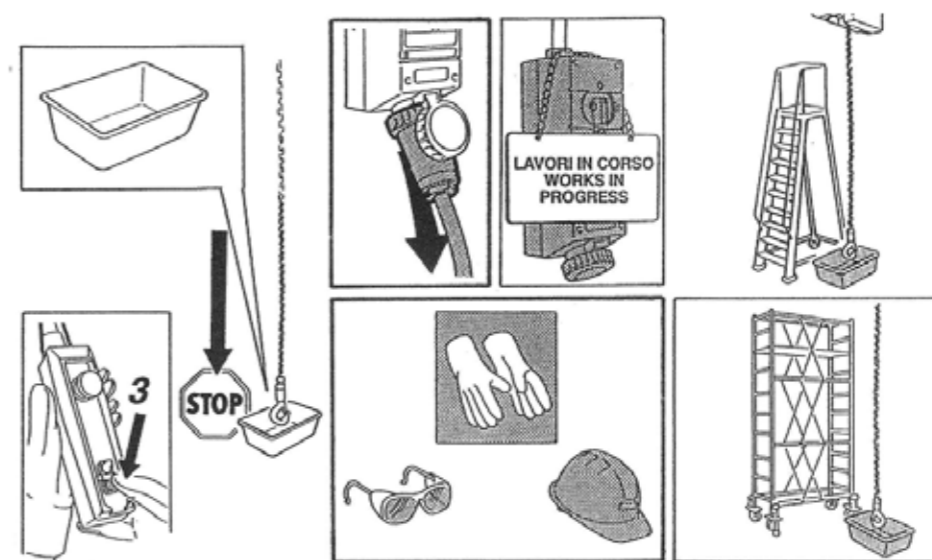

fig.84
1. Predisporre sotto il gancio la bacinella di raccolta. (fig.84)
2. Premere il pulsante "3" di discesa del gancio fino all'arresto in finecorsa di discesa, quindi rilasciare il pulsante. (fig.84)
3. Predisporre lateralmente alla catena la scala o il trabattello secondo necessità. (fig.84)